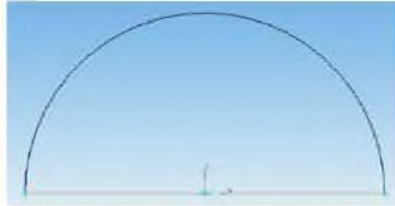

Рисунок 5.21 Эскиз для последующей операции *Вращения*
4. Выбрав команду *Усечь кривую*  из панели инструментов *Редактирование* , усечь нижнюю часть окружности (рисунок 5.21). Выйти из режима *Эскиз*.